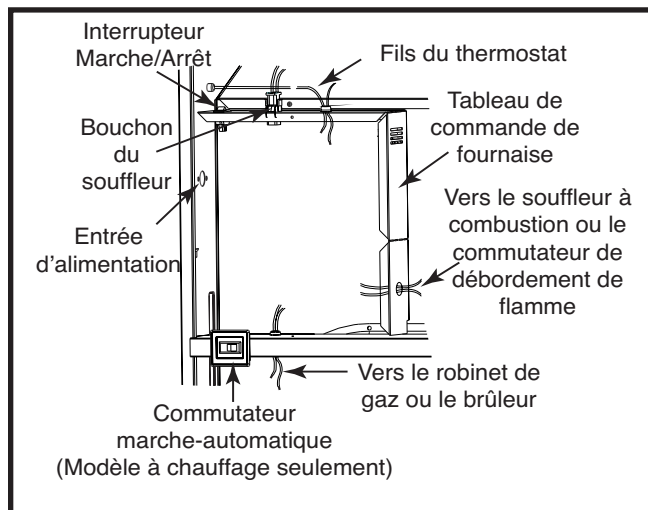

Figure 25. Panneau de commande (tous les modèles)
2. Passez les fils (115 V c.a.) à travers le dispositif de traction sur le côté gauche de la boîte de commande de la fournaise. Voyez la Figure 25.